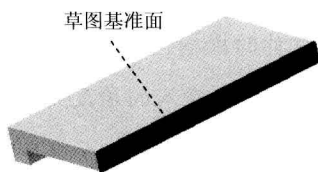
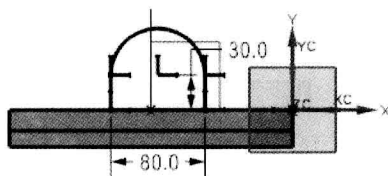

图 3.4.14 选取草图基准面
图 3.4.15 截面草图
(1) 选取草图基准面。在“拉伸”对话框中单击  按钮,然后选取图 3.4.14 所示的模型表面作为草图基准面,单击 **确定** 按钮,进入草图环境。
(2) 绘制特征的截面草图。
① 绘制草图轮廓。绘制图 3.4.15 所示的截面草图的大体轮廓。
② 建立约束。建立图 3.4.15 所示的圆弧圆心在竖直轴线上的约束,并标注图 3.4.15 所示的尺寸。
③ 完成草图绘制后,单击“草图生成器”工具条中的  按钮,退出草图环境。
(1) 定义拉伸深度方向。单击对话框中的  按钮,反转深度方向。
(2) 定义拉伸深度类型。在“拉伸”对话框的 **开始** 下拉列表框中选择 **值** 选项。
(3) 定义拉伸深度值。在 **开始** 的 **距离** 文本框中输入数值 0,在 **结束** 的 **距离** 文本框